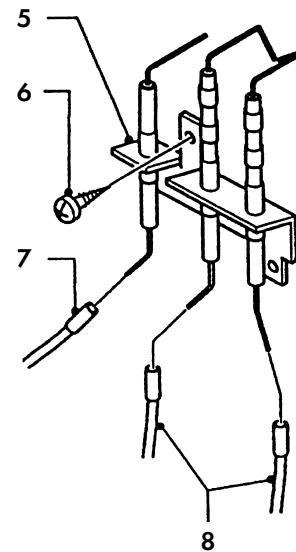
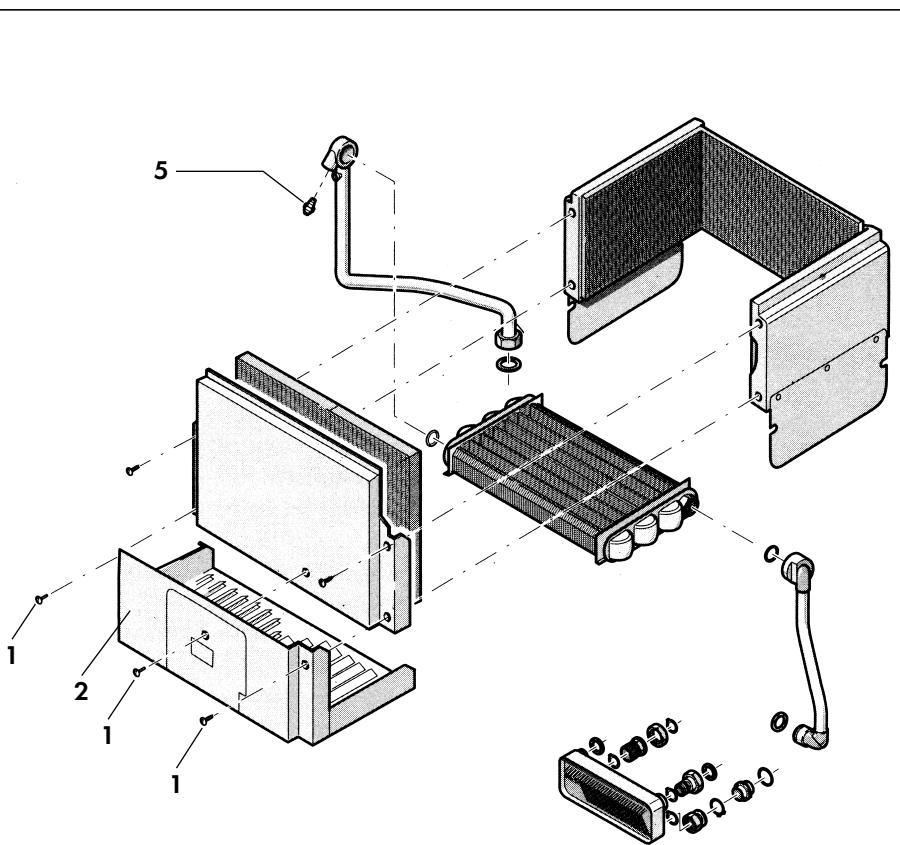
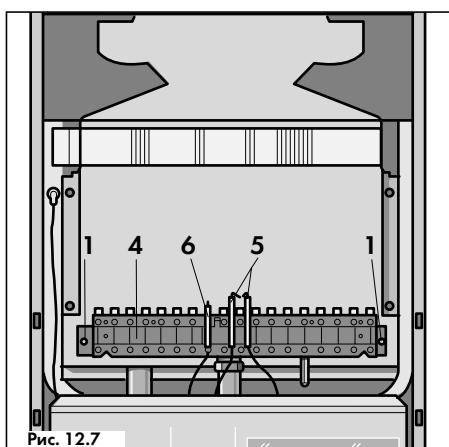

Рис. 12.5
Рис. 12.8
Рис. 12.7
- Когда манометр на панели управления будет показывать "0", открутить на 1-2 оборота штуцер (5, рис. 12.8) для впуска воздуха на подающей линии сразу после теплообменника аппарата, для того, чтобы предотвратить образование разрежения и сделать возможным слив всего количества воды из аппарата.
- Выкрутить винты (1, рис. 12.8) и снять по направлению на себя и вниз теплоотражающий щиток (2, рис. 12.8) со смотровым окошком, отсоединив кабели от электродов розжига и ионизационного контроля (5 и 6, рис. 12.7);
- Выкрутить 2 винта (1, рис. 12.7) и вытащить горелку вместе с отсоединенными от кабелей электродами розжига и ионизационного контроля из камеры сгорания.
Ионизационный электрод и электроды розжига у аппаратов VU(W).../1 XE конструктивно выполнены в одном блоке (5, рис. 12.5). Для их замены:
- Выкрутить винты (1, рис. 12.8) и снять по направлению на себя и вниз теплоотражающий щиток (2, рис. 12.8) со смотровым окошком, отсоединив кабели от электродов розжига и ионизационного контроля (8, рис. 12.5) и ионизационного контроля (7, рис. 12.5);
- Выкрутить винт (6, рис. 12.5) и снять блок ионизационного электрода и электродов розжига (5, рис. 12.5) с корпуса горелки.
- Выкрутить винты (1, рис. 12.16) и снять теплоотражающий щиток (2, рис. 12.16), отсоединив кабели от электродов розжига и ионизационного контроля (5 и 6, рис. 12.7);